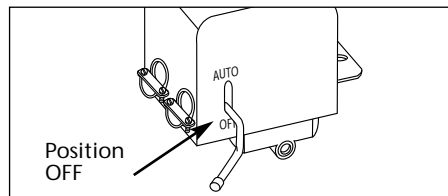

Figure 6
1. Tourner l'interrupteur à la position OFF et brancher le cordon d'alimentation (Fig. 6).